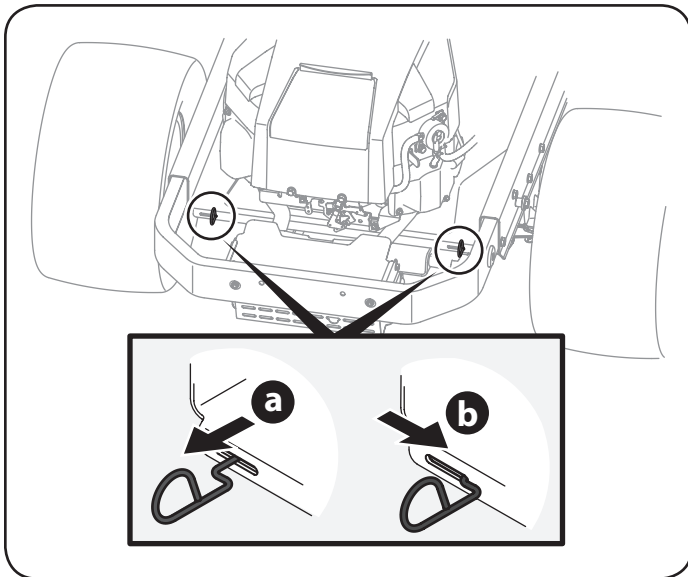

Figura 1
1. Localice la barra de transmisión de circunvalación en la parte trasera del tractor cortacésped. Véa la Figura 1.
2. Enganche las varillas de derivación tirando cada uno (a) ya la derecha (b) para que encaje en su lugar. Véase la Figura 1.
3. Desenganche las varillas de derivación invirtiendo los pasos a & b después de mover el tractor. See Figura 1.